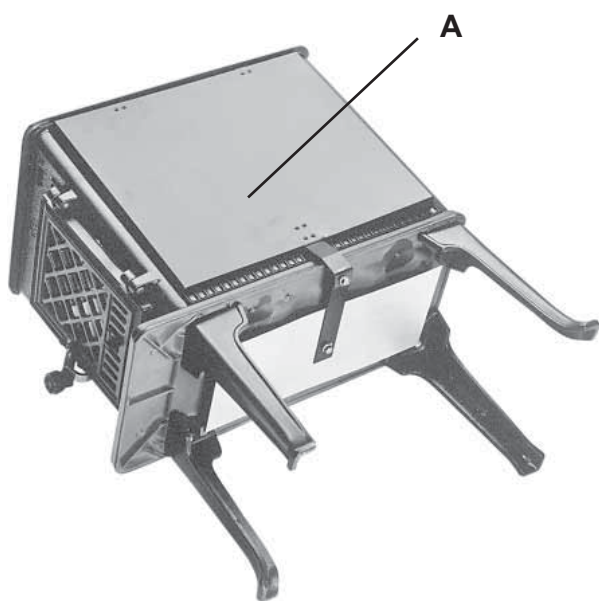

Fig. 3
- De schoorsteenaansluiting (afb. 3 A) en de blinde plaat (afb. 3 B) moeten worden omgewisseld als de rookafvoer boven op de haard moet worden gemonteerd. Het is mogelijk dat de twee schroeven van de schoorsteenaansluiting moeilijk kunnen worden losgedraaid. Houd de moer binnen in de schoorsteenaansluiting met een kleine sleutel tegen om de schroef aan de buitenkant los te draaien.